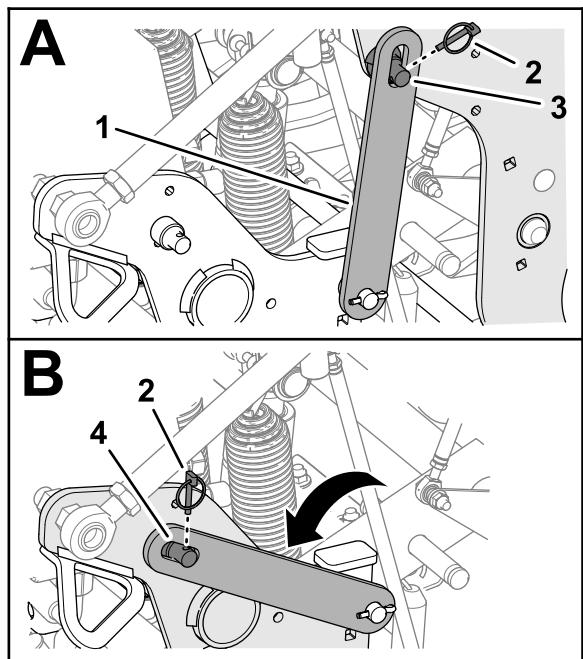

Figure 103
3. Retirez la goupille à anneau qui fixe le verrou de service à la tête d'aération (Figure 103).